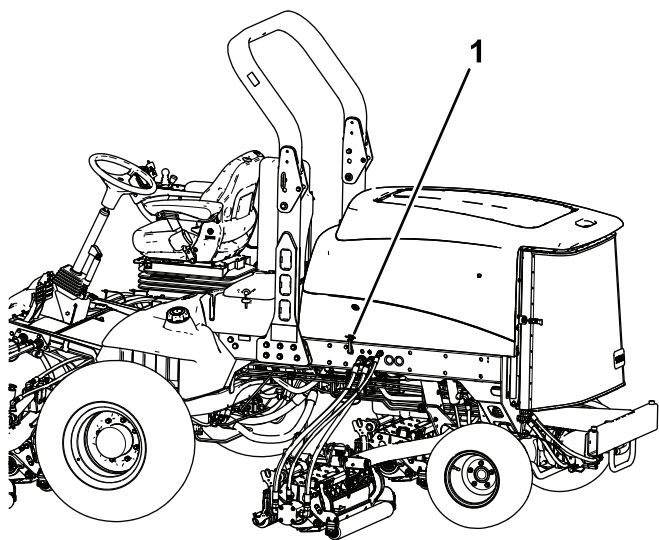

Figura 68
1. Solte os trincos do capot (Figura 68) e levante o capot.